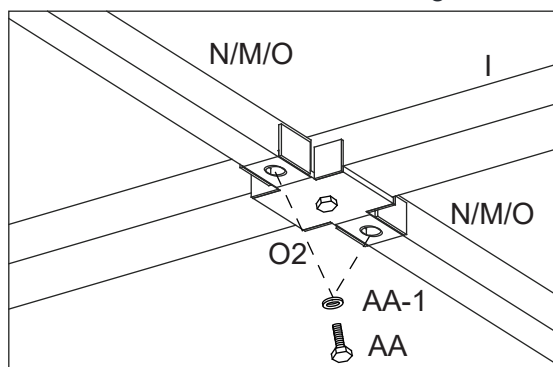

Figure 14-3
14.3. Attacher les supports de toit principaux horizontaux (N, M et O) au connecteur (O2) à l'aide de boulons (AA) et de rondelles (AA-1). Voir la figure 14-3.